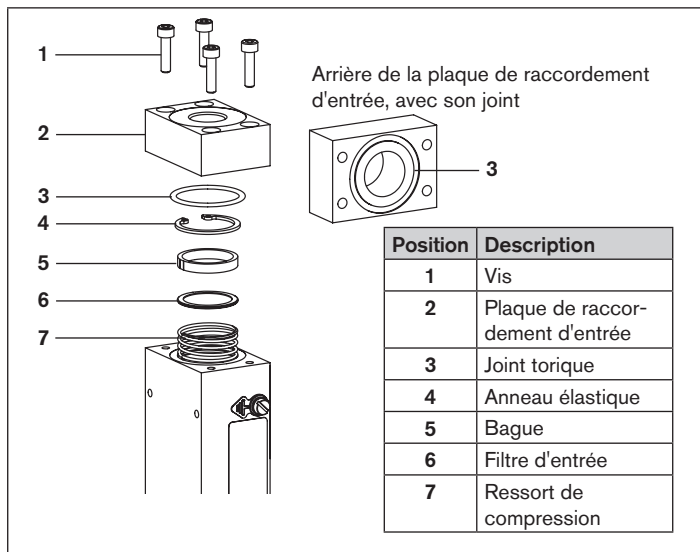

Fig. 21 : Nettoyer le filtre d'entrée
→ Vérifier régulièrement l'encrassement du filtre d'entrée [5] (voir Fig. 21).
- Démontez la plaque de raccordement d'entrée [2] en dévissant la vis [1] (voir Fig. 21).